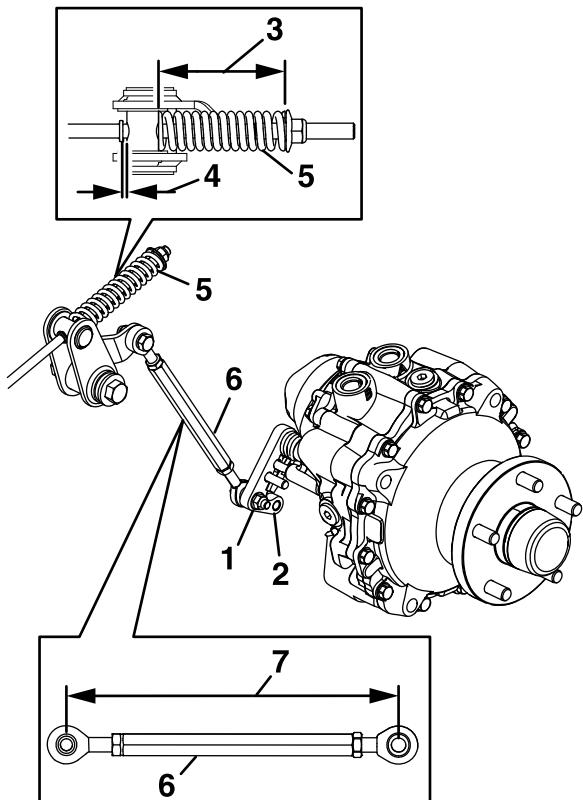

Bild 59
7. Messen Sie die Länge des Zuglenkers (Bild 59).
8. Messen Sie die Länge der Feder (Bild 59).